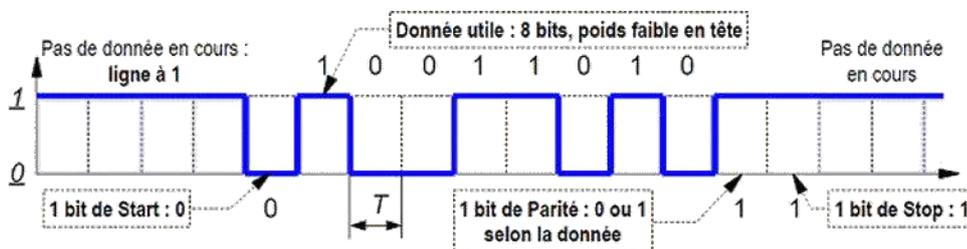

Figure 6 : Protocole UART
Dans l'exemple de la *figure 6*, l'octet envoyé est $(01011001)_2 = (59)_{16}$.